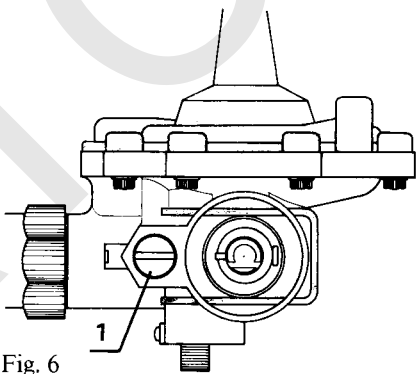

Fig. 6
Los consumos máximos de gas, son los que figuran en la placa características. Las calderas salen reguladas de fábrica para dar un 75 % de supotencia en calefacción. No teniendo ninguna incidencia sobre la potencia del A.C.S. Para obtener la potencia total roscar a fondo el tornillo (1) (fig. 6).
La potencia máxima en calefaccion puede ajustarse por medio del tornillo (1) (fig. 6).
Con la caldera funcionando a pleno regimen, actuar sobre el tornillo (1) (fig. 6), hasta que la presión en quemadores sea la indicada en la tabla siguiente, según el tipo de gas y la potencia necesaria en calefacción.